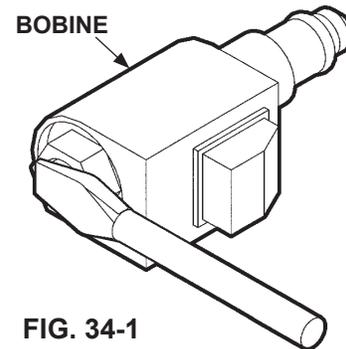

FIG. 34-1
1. Vérifiez si les électrovannes sont constamment sous tension en touchant l'écrou supérieur du solénoïde avec un tournevis (FIG. 34-1). Essayez d'éloigner le tournevis du solénoïde. Si l'écrou du solénoïde attire le tournevis (magnétiquement) sans appuyer sur l'interrupteur à bascule, le circuit de commande fonctionne de manière incorrecte. Vérifiez si l'interrupteur à bascule, le câblage ou la bobine sont défectueux.